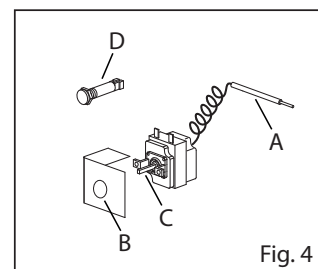

Fig. 4
- Montare la nuova lampadina (Fig. 4/D)